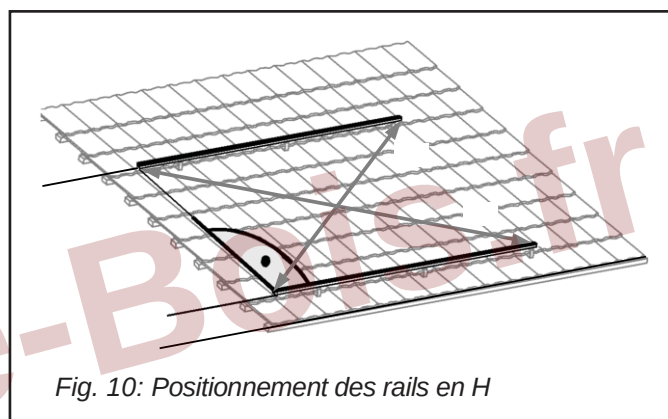

Fig. 10: Positionnement des rails en H
- Tournez les têtes de vis (Fig. 10) pour qu'elles puissent glisser dans le rail en „H“, ou bien placer d'abord les têtes de vis dans la rainure et les fixer aux crochets. Utiliser les rondelles autobloquantes pour fixer les écrous.
$D1 = D2$ (Fig.10)